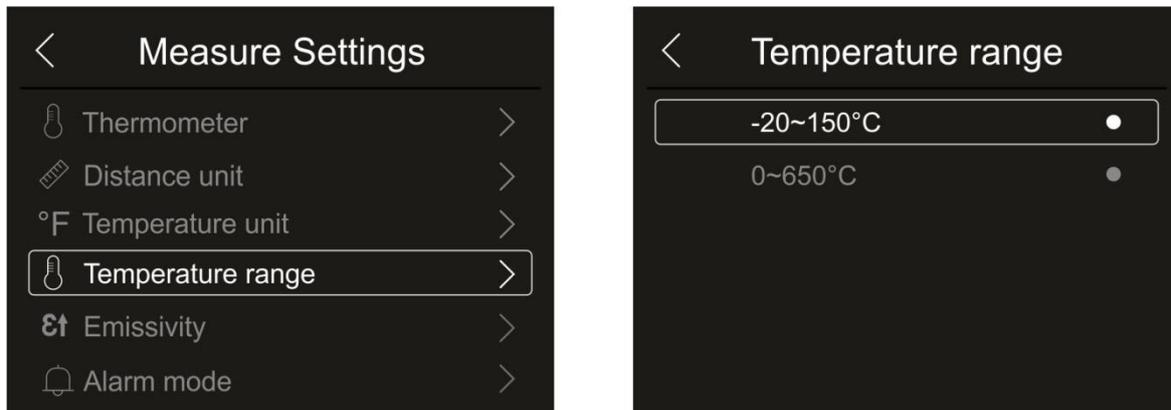

Fig. 24: Menu de réglage de la plage de mesure de la température
1. Touchez l'élément «Temperature range» pour définir la plage de mesure de la température effectuée par l'instrument (cette option est liée au mode de mesure normal). La Fig. 24 – partie droite s'affiche à l'écran :